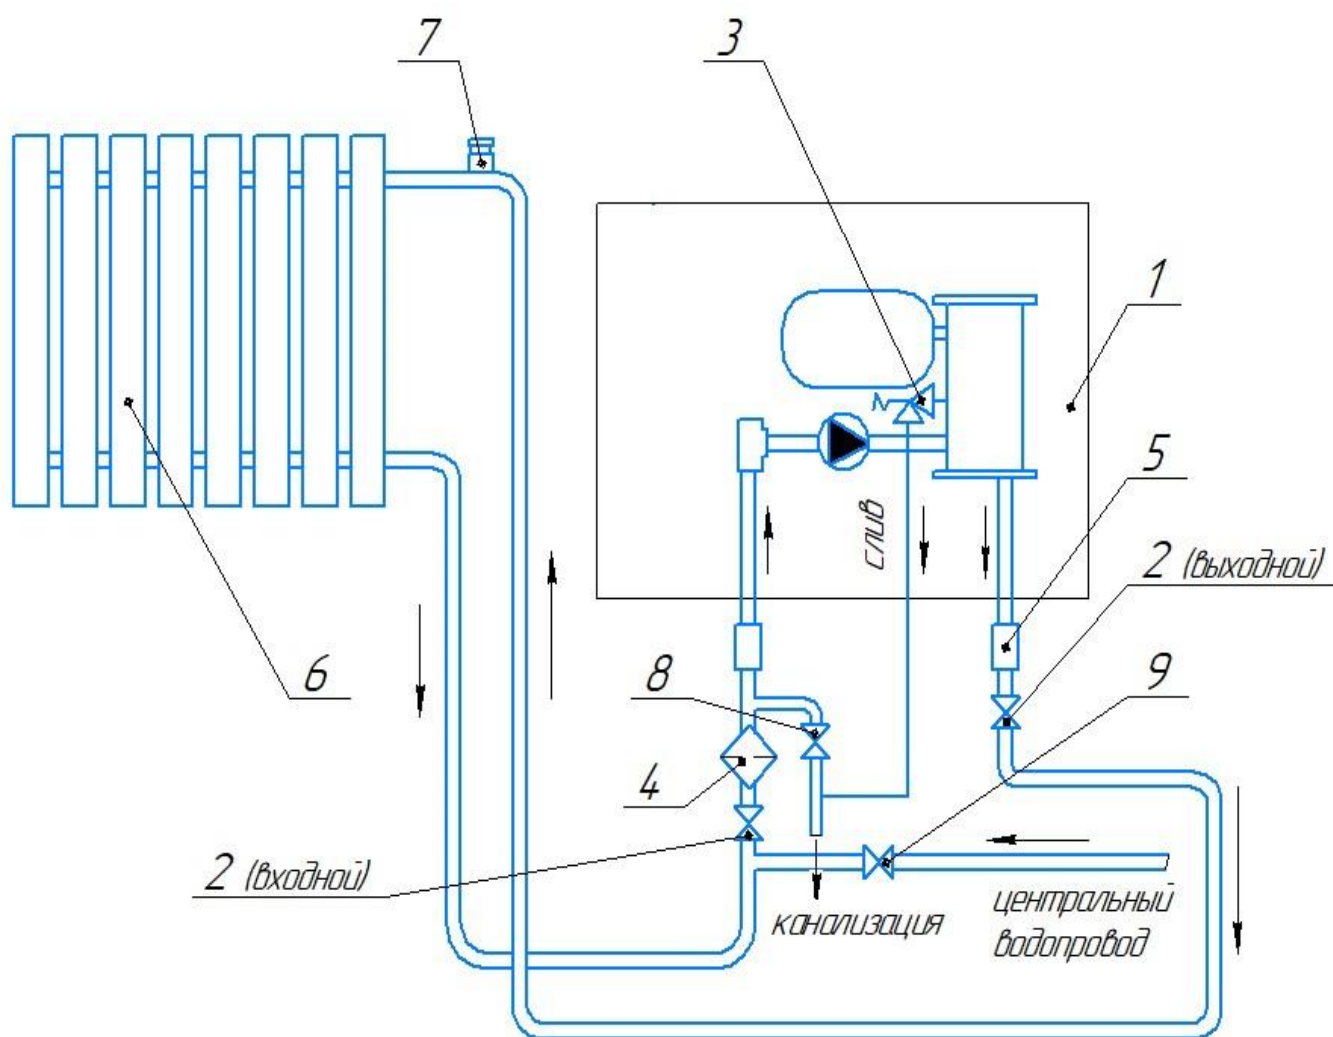

Рис.5 Упрощенная схема использования ЭВН-К в системе отопления
6.5.3 Подключить ЭВН-К к системе отопления (рис. 5). Систему отопления предварительно нужно промыть, затем заполнить чистой, без твердых включений и минеральных масел, химически нейтральной питьевой водой с РН 6,5-8,5 или жидкостью для отопительных систем (макс. Содержание
8.1 Монтаж отопительной системы производится согласно **СНиП РК 4.02-42-2006**. В качестве нагревательного прибора 6 (рис.5) рекомендуется использовать радиаторы. Подсоединение ЭВН-К к системе отопления осуществляется соединительными муфтами 5 с соответствующими уплотнителями
8.2. Система отопления (рис.5) закрытого типа. В ЭВН-К уже вмонтирован расширительный бак с резиновой мембраной и циркуляционный насос. Для такой системы необходимо учесть:
11.7.2 Проверить начальное давление газового пространства бака. Для этого перекройте краны 2 на входном и выходном патрубке (Рис.5). Откройте кран слива 8 (Рис.5) в канализацию. После опорожнения бака закройте кран слива и подключите манометр к ниппелю газовой полости бака. Через ниппель выпускайте воздух до достижения необходимого уровня давления.